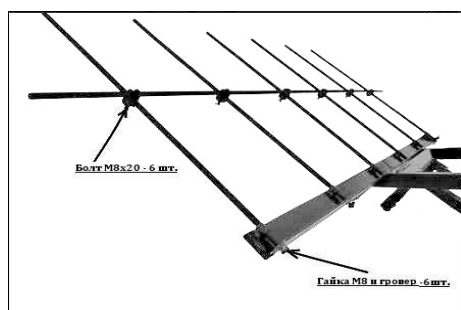

Рис. 3 (вид снизу)
4.7. Собрать на раме (рис.3) прутки очистительные в количестве 6 шт., зафиксировать их гайками М8 с гровером.